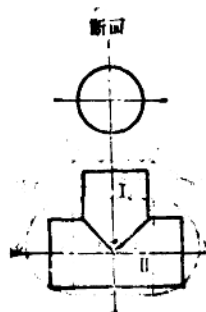

图 23
16. 用平行线展开法作等径三通管的展开图 (见图23), 并写出展开支管 I 部分的作图步骤。